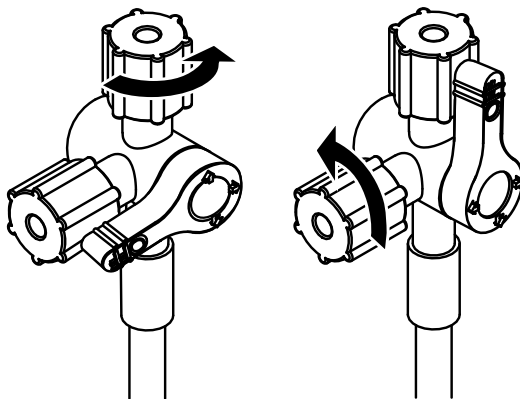

Figura 2. Valva cu 3 căi în poziții deschise
1. Scoateți dispozitivul din ambalaj și asigurați-vă că diametrul interior (ID) al tecii este adecvat pentru diametrul maxim al instrumentului sau al cateterului care urmează să fie introdus.
3. Pregătiți teaca pentru clătire și asigurați-vă că valva cu 3 căi este deschisă. Există două opțiuni disponibile. Vezi figura 2.